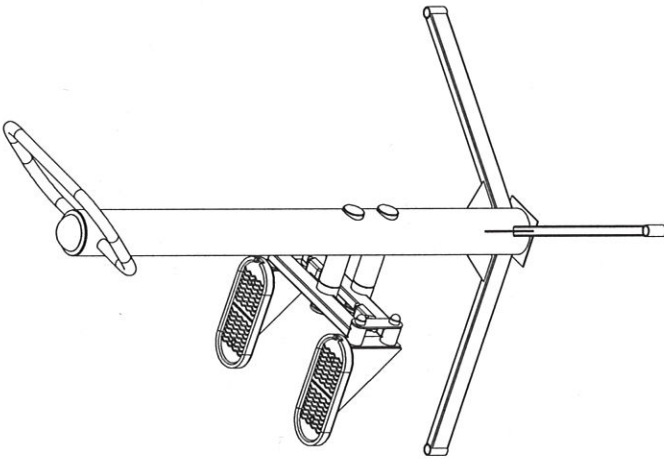

Рисунок 1 - Общий вид изделия
4.1 Изделие поставляется в собранном виде (см. рисунок 1)